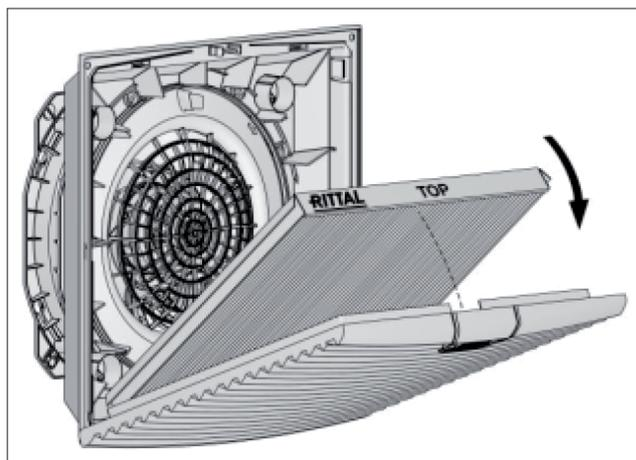

Fig. 7 : insérer le filtre plissé IP54
- Insérer le filtre plissé dans la grille à lamelles. L'inscription « Top » indique le sens d'insertion (voir fig. 7).